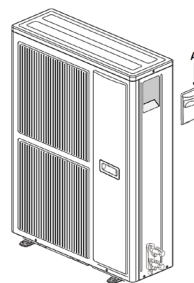

fig. 21
1. Togliere il pannello laterale (A fig 21).